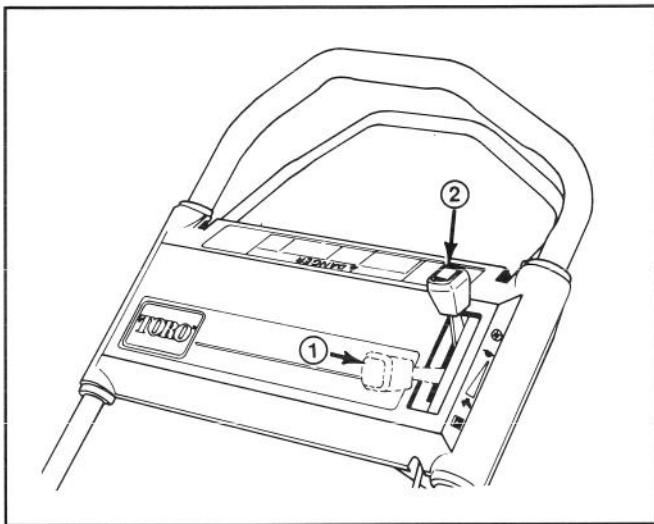

Abbildung 9
1. STARTEN—Das Zündkerzenkabel auf die Zündkerze stecken (Abb. 8). Den Gashebel auf CHOKE stellen (Abb. 9).
Hinweis: Startet der Motor nicht, den Gashebel in die AUS-Stellung schieben (Abb. 9) und 3 Sekunden warten. Dann die Schritte 1 bis 3 solange wiederholen, bis der Motor startet.
4. STOPPEN (Abb. 9)—Zum Stoppen des Motors den Gashebel in die AUS-Stellung zurückziehen. Das Kabel von der Zündkerze abziehen, wenn der Mäher unbeaufsichtigt ist oder nicht verwendet wird.
- 1. Kopfschrauben (4)
4. Den Gashebel, in die AUS-Stellung (Motor-Aus) schieben (Abb. 9).